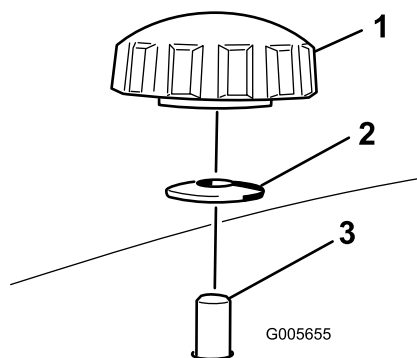
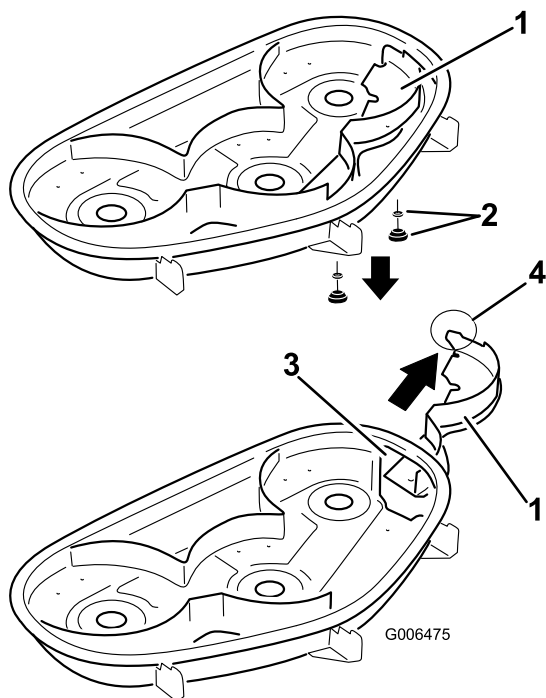

Figura 31
Figura 32
4. Remova os 2 manípulos e as anilhas curvas que fixam o abafador direito ao cortador, conforme indicado em Figura 31.
5. Remova o abafador direito e baixe o deflector de relva por cima da abertura de descarga conforme indicado em Figura 32 e Figura 31.
4. Faça deslizar o abafador direito para a plataforma do cortador e fixe-o utilizando 2 manipuladores e anilhas curvas (lado oval virado para o cortador) conforme indicado em Figura 31 e Figura 32.